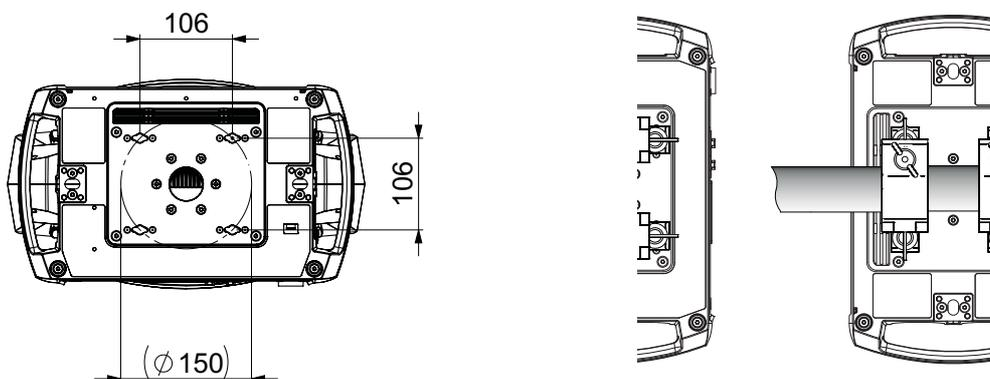

Bild 3: Klemmenpositionen
Die Aufnahmen für die Befestigung der Klemmen in der Basis ermöglichen die Befestigung der Klemmen wie in Bild 3 gezeigt.
3. Siehe Bild 3 auf Seite 8. Setzen Sie die Klemme auf zwei passende Montagepunkte in der Basis des Geräts (siehe Bild 3). Führen Sie die Schnellverschlüsse ein und verriegeln Sie die Verschlüsse durch eine 90°-Drehung im Uhrzeigersinn. Installieren Sie die zweite Klemme.